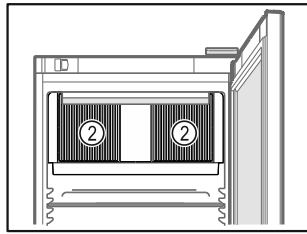

Fig. 79
- ❑ Oslobodite ventilacijske proreze Fig. 79 (2) za ventilator optoćnog zraka u unutrašnjosti.